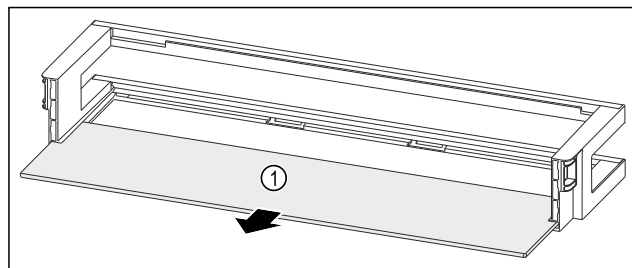

Fig. 89 Balconcino controporta con ripiano
- ▶ Rimuovere il ripiano Fig. 89 (1).